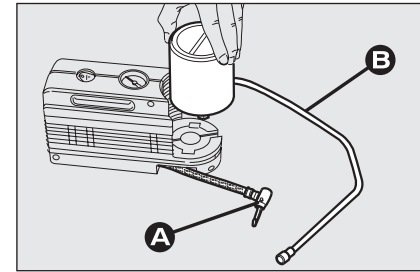

fig. 14
- déconnecter la greffe **A-fig. 14**;